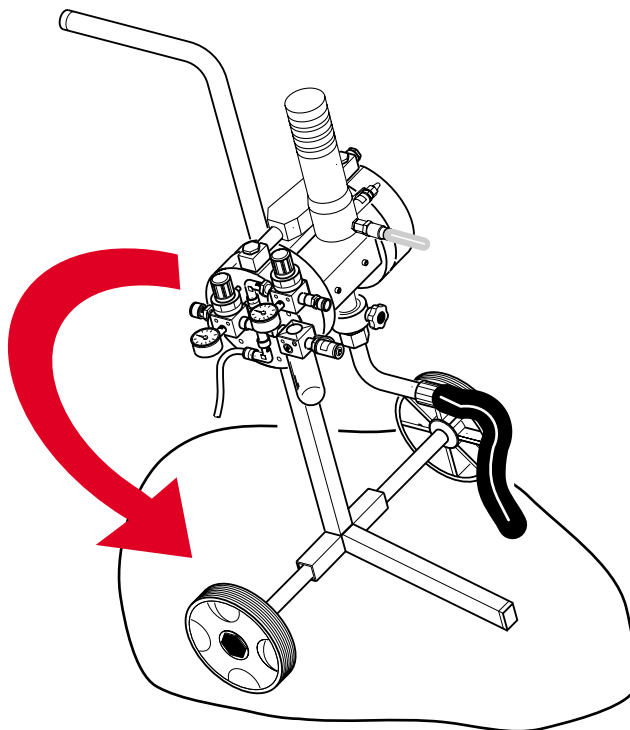

Fig.36
- 2) Controllare che la pompa sia in posizione stabile in modo da evitare il rovesciamento (fig.36).